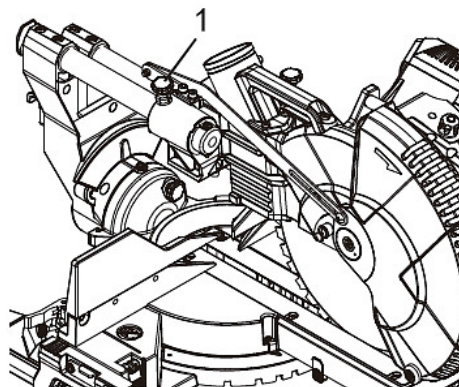

Abb. 36: Schiebeschlittensystem
8.7 Schiebeschlittensystem (Abb. 36)